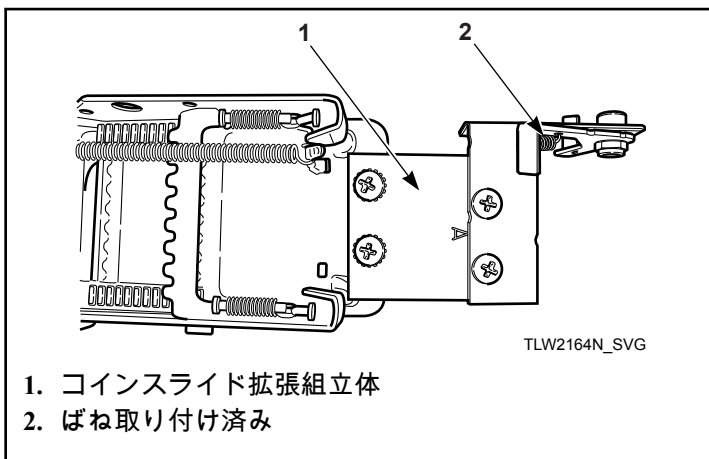

図 20
6. 残りのねじ 2 本とロックワッシャで、コインスライド上部にコインスライド拡張組立体を取り付けます。ブラケット「A」の上、ねじ頭の下にロックワッシャを置きます。図 20 を参照してください。
3. ねじ 2 本で、コインスライド上部にスライド拡張部を取り付けます。図 20 を参照してください。